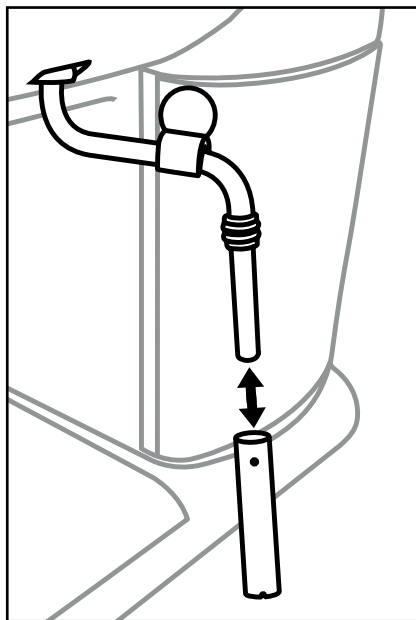

Figura 1
- 1) Așezați un recipient gol sub dispozitivul de spumare a laptelui ❹.
- 2) Rotiți butonul pentru reglarea aburului ❷ direct după utilizare pe „☺” și lăsați să se emane abur timp de câteva secunde.
- 3) Rotiți butonul pentru reglarea aburului ❷ pentru a-l închide (rotiți-l până la limită, în direcția „0”), opriți aparatul și scoateți ștecărul din priză.
- 5) Scoateți învelișul dispozitivului de spumare a laptelui ❹ (figura 1) și curățați-l cu atenție în apă caldă.
- 7) Împingeți la loc învelișul pe duză (figura 1).